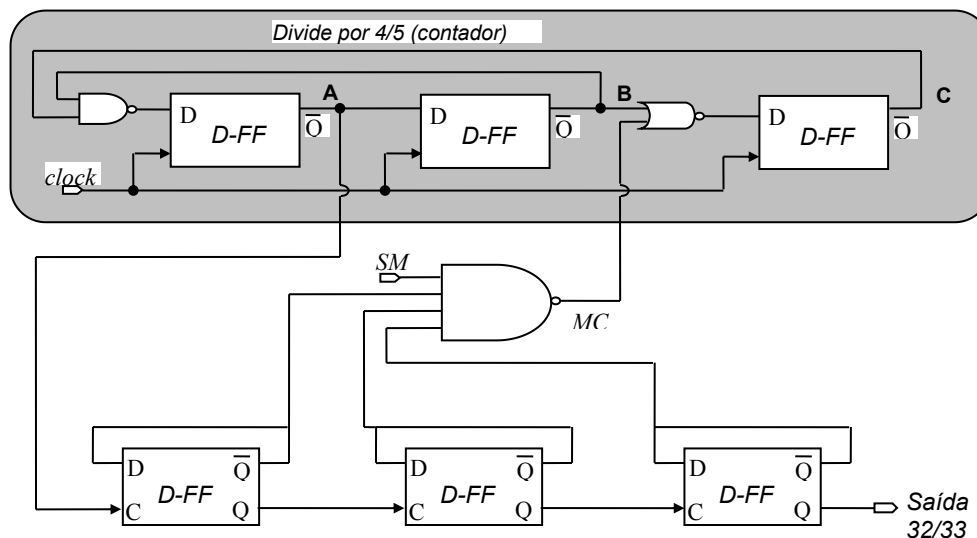

Figura 1. Prescaler 32/33.
1. Considere o circuito *prescaler* da Figura 1.